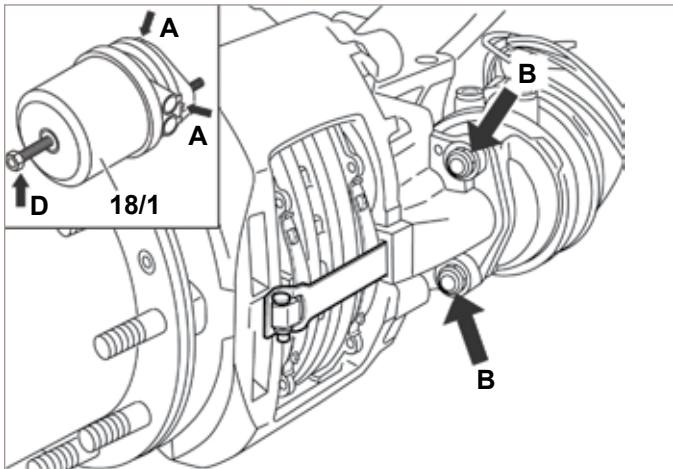

FIGURA 43 - LIBERACIÓN Y REMOCIÓN DEL RESORTE ACTIVADOR
5.4.3 Con el vehículo en una superficie plana y las ruedas debidamente bloqueadas, aplique aire para liberar los frenos de resorte (frenos de estacionamiento) usando la válvula de control de aire montada en el tablero. Saque el perno de liberación (figura 43, flecha "D") usando una torsión máxima de 35 Nm (26 pies/lb) para liberar la fuerza de resorte liberada por aire en la varilla de empuje.
Nota: cuando se instale una nueva cámara del freno de resorte, observe que normalmente se instalan tapones de drenaje (Consulte la figura 43, las flechas marcadas "A"). Después de la instalación, quite el tapón que se encuentre en la posición más baja. Asegúrese de que los otros orificios de drenaje estén tapados. El agujero de drenaje seleccionado debe estar alineado hacia abajo (o a $\pm 30^\circ$) cuando se instala en el vehículo. En el caso de las cámaras de los frenos de resorte, instale las zapatas antes de fijar el resorte.